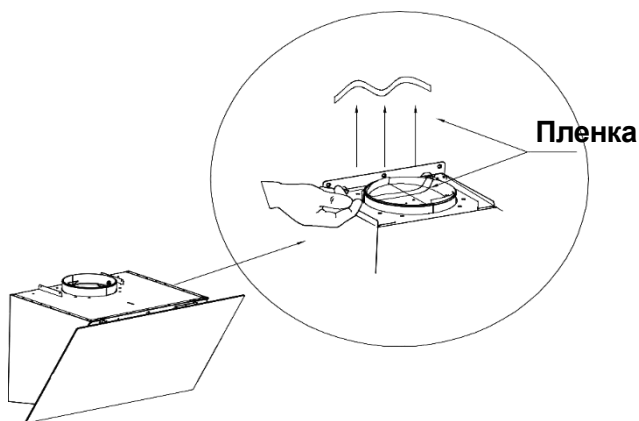

Рисунок 10
9. Снимите пленку с антивозвратного клапана (см. рисунок 10)